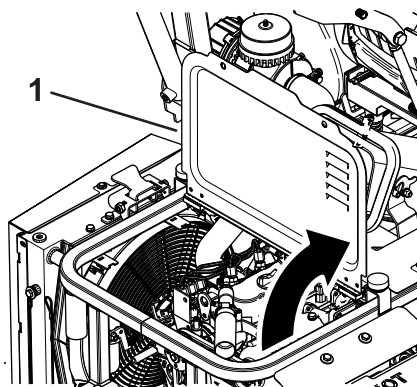

Figura 51
2. Rimuovete i dispositivi di fissaggio e sollevate il coperchio per accedere al motore (Figura 51).